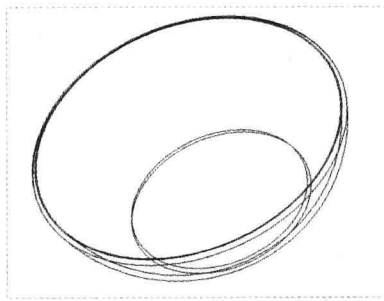

图 1-54 线框模式显示模型
Step 04 单击“模型显示”面板中的“显示样式”下拉按钮，在弹出的下拉列表框中选择“线框”选项，即可以线框模式显示模型，如图 1-54 所示。